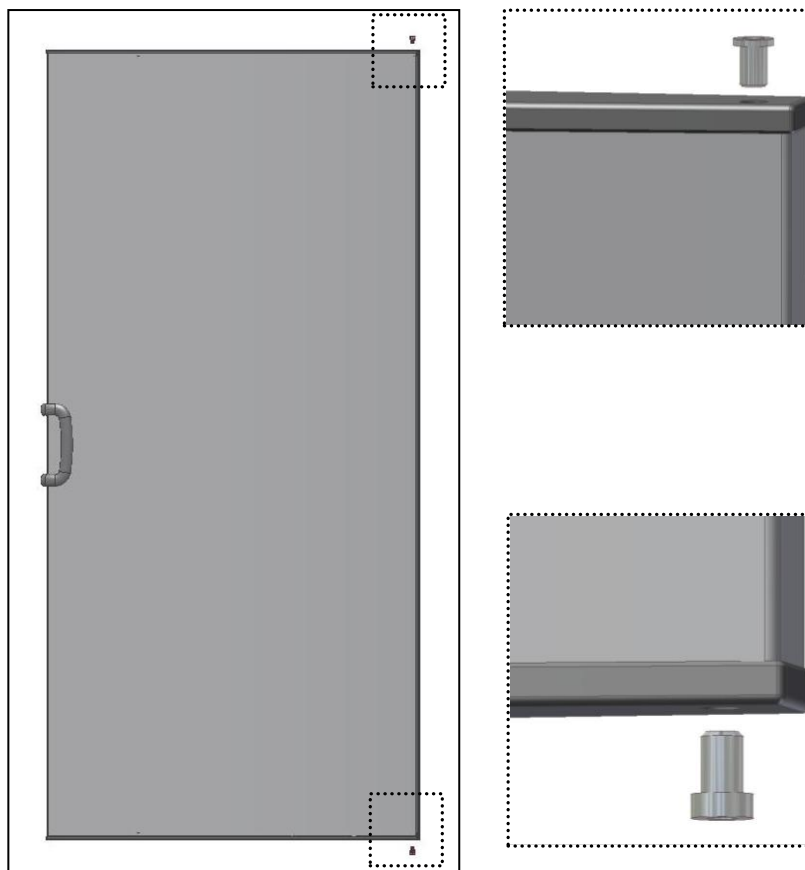

Fig. 8
- Colocar **casquilhos** na parte inferior e superior da porta (Fig.8).